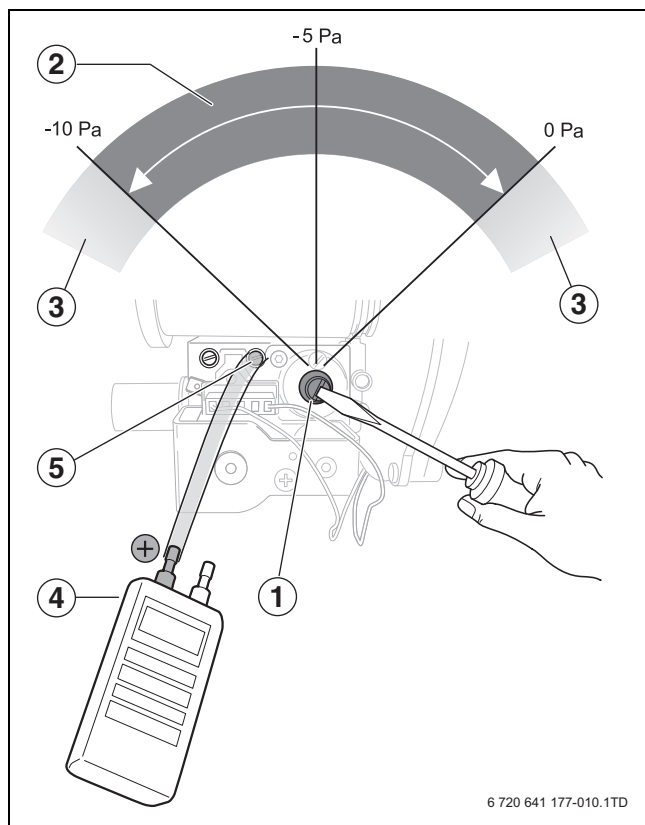

Bild 62 Ställ in gas/luft-förhållandet
- Ta bort skyddsskåpan från inställningsskruven för gas/luft-förhållandet (→ bild 62, [1]).
- Ställ in gas/luft-förhållandet med inställningsskruven (→ bild 62, [1]).